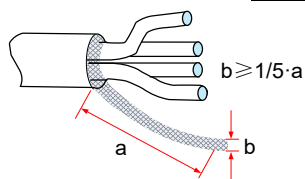

图2-28 电机线缆屏蔽引出示意图
- 电机线缆屏蔽层引出线应尽量短，且宽度 $b \geq 1/5 \cdot a$ （参照图 2-28 所示）。